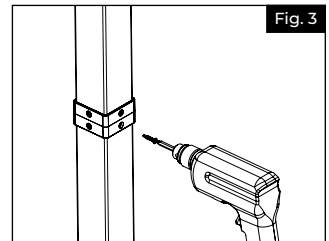

Fig. 3
- b. Using the pre-drilled holes as a guide, secure the coupler to the extension by predrilling the 4 holes with a $\frac{5}{32}$ " drill bit and secure with four #10 x 1" screws (Fig. 3).
- b. En utilisant les avant-trous comme guide, fixer le coupleur à la rallonge en perçant quatre avant-trous au moyen d'un foret de $\frac{5}{32}$ po (7,9 mm) et en insérant quatre vis no 10 x 1 po (25 mm) (Fig. 3).